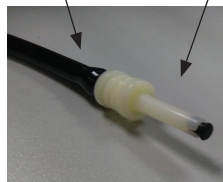

Figura 2.13
- Conexión del paso del aire: Tome un trozo de tubo de aire (0.5~1m de longitud, $\Phi 8.0\text{mm}$ / $\Phi 4.0\text{mm}$ de diámetro). Conecte el conector de NIBP con un enchufe en uno de los extremos del tubo de aire. Conecte el otro extremo al conector de 3 vías. Conecte los otros dos extremos del conector de 3 vías a un Esfigmomanómetro Mercury, tal como se muestra en la Figura 2.13.